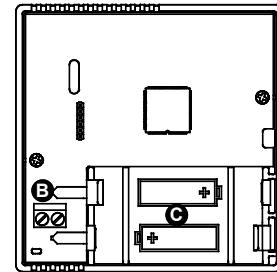
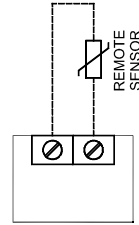

Fig. 6
Fig. 7
4 - Inserire correttamente le batterie (rispettando la corretta polarità) nel vano batterie (C di Fig. 6), non usare pile scariche, usare pile alcaline.
- Eseguire il collegamento elettrico dell'eventuale sonda remota utilizzando il connettore 'REMOTE SENSOR' (B di Fig. 6), seguendo lo schema di collegamento di Fig. 7, quindi impostare correttamente il parametro P10. Leggere il paragrafo 'CONFIGURAZIONE INSTALLATORE'.